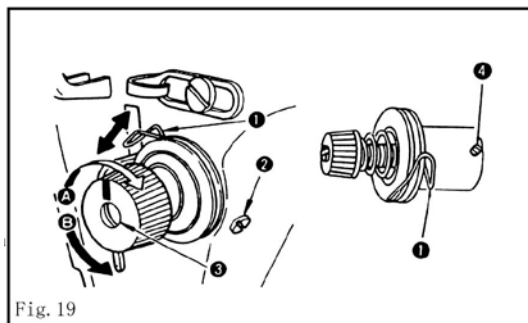

Fig. 19
16. Пружина нитенатяжителя (Fig. 19)